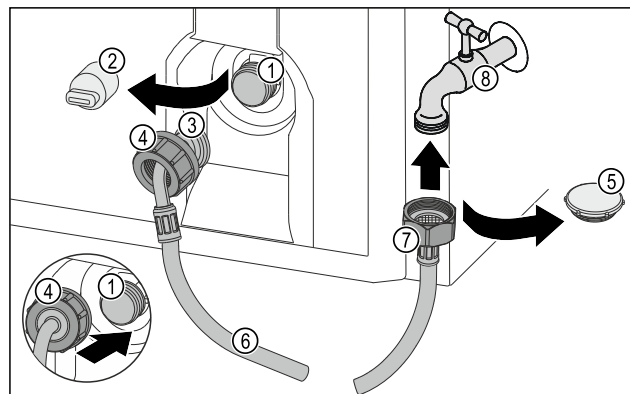

Fig. 10
- ▶ Retirer le capuchon de fermeture Fig. 10 (5).
- ▶ Visser l'écrou de l'extrémité de flexible droite (7) sur le robinet d'eau (8).